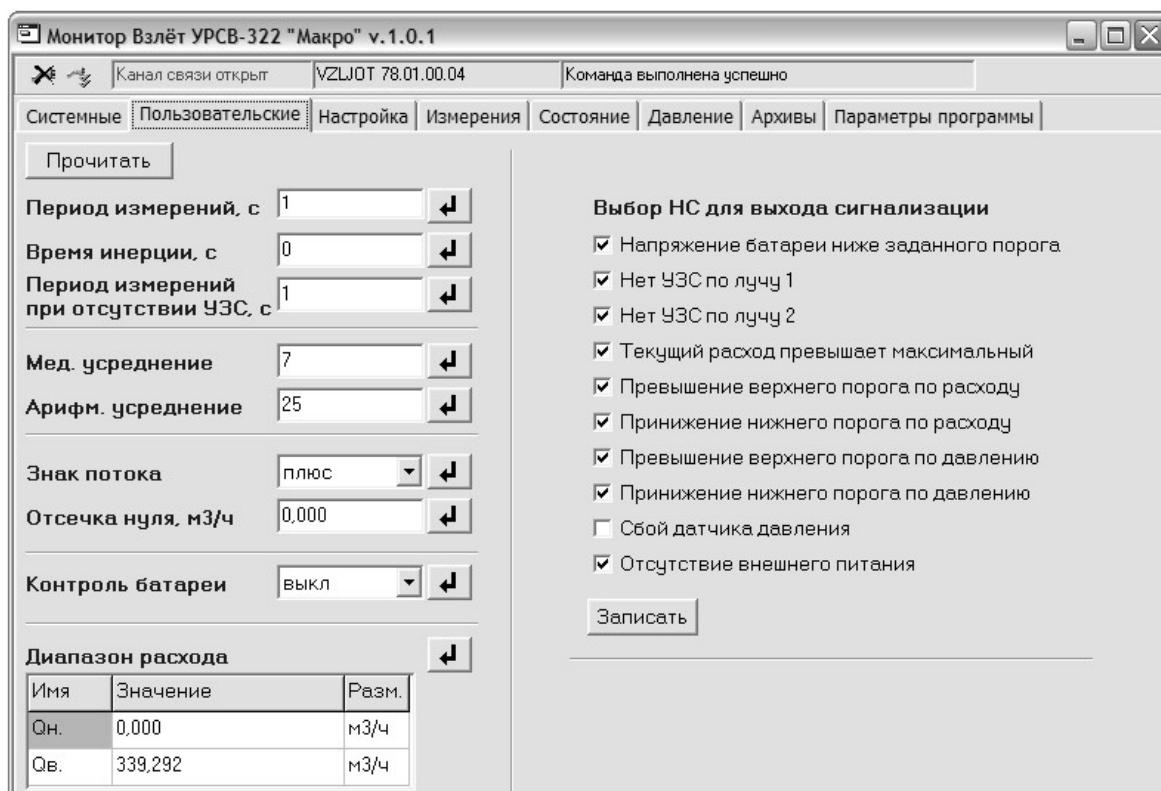

**Рис.7. Окно вкладки «Системные».**
- 3.1.4. Щелкнуть мышкой по вкладке **Системные**. На дисплее ПК отобразится окно, показанное на рис.7.